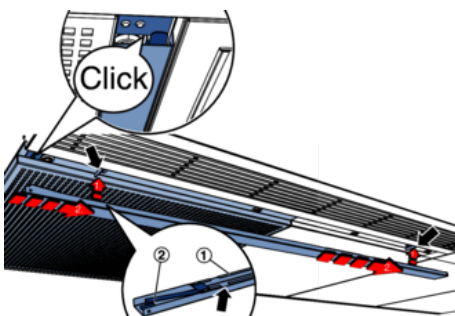

Abb. 67: Abdeckleiste anbringen
2. ▶ Abdeckleiste (Abb. 67/1) am Revisionsdeckel in gezeigter Position aufstecken und in Richtung Gerätemitte aufschieben, bis die Verriegelungsfeder (Abb. 67/2) hörbar mit einem Klicken einrastet.